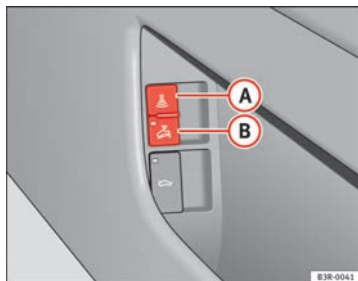

Abb. 79 Taster für Innenraumüberwachung
- Öffnen Sie die Tür und ziehen Sie am Taster  mit dem Symbol  seitlich an der Fahrertürablage  $\Rightarrow$  Abb. 79.